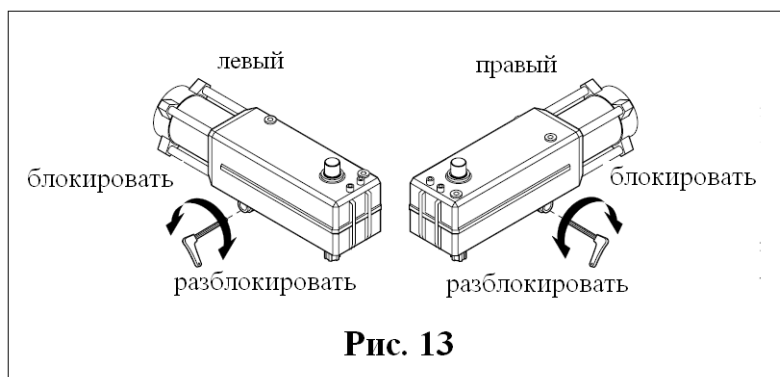

Рис. 13
Если вследствие пропадания напряжения или неполадок в работе привода требуется перейти на ручной режим, то необходимо вставить прилагаемый ключ разблокировки с шестигранником в отверстие, расположенное в нижней части привода и повернуть его примерно на пол оборота до упора. Направление вращения показано на рис. 13 в соответствии с видом монтажа.
- вставить прилагаемый ключ разблокировки с шестигранником в отверстие, расположенное в нижней части привода и повернуть его примерно на пол оборота до упора. Направление вращения показано на рис. 13 в соответствии с видом монтажа.